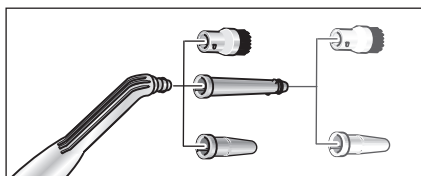

Fig. 6: Tilbehør til punktstråledysen
- For at effektivisere rengøringen ved arbejde med punktstråledysen (D1) kan De benytte den sammen med forlængerøret (D2), rundbørsten (D3) eller powerdysen (D4) (se fig. 6). Sæt de to udsparinger i den del, der skal sættes på, på punktstråledysens næser. Drej den påsatte del med uret til anslag.